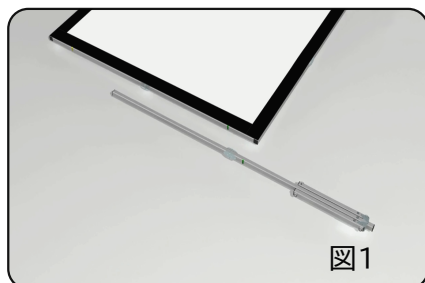
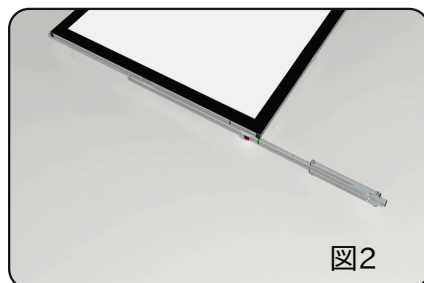

図1
図2
(3) 専用スタンドを使用したスクリーンの設置
- 図1～図2のように設置したい高さになるようスタンドをフレームに合わせます。